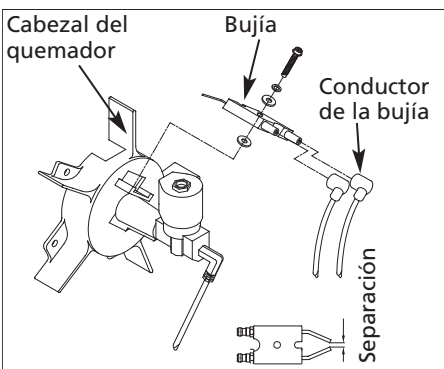

Figura 12 – Bujía
- Desconecte el conductor de la bujía de la bujía (consulte la Figura 12, página 8).